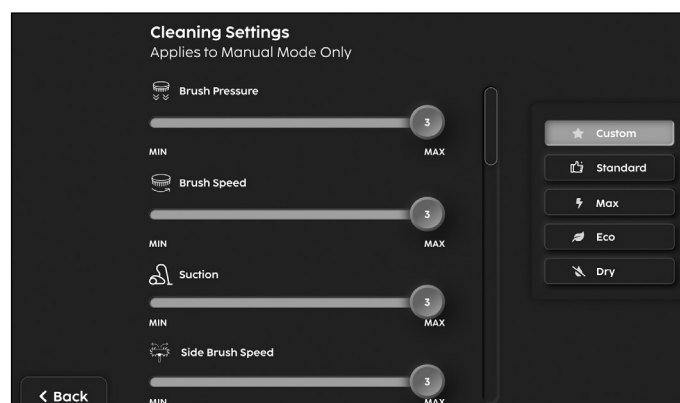

Abbildung 46
3. Bei der Einstellung „Benutzerdefiniert“ steuern die Schieberegler (**Abb. 46**) den Bürstendruck, die Bürstengeschwindigkeit, die Absaugung, die Seitenbürstengeschwindigkeit und den Seitenbürstendruck. Wählen Sie Ihre benutzerdefinierten Einstellungen und wählen Sie Speichern.